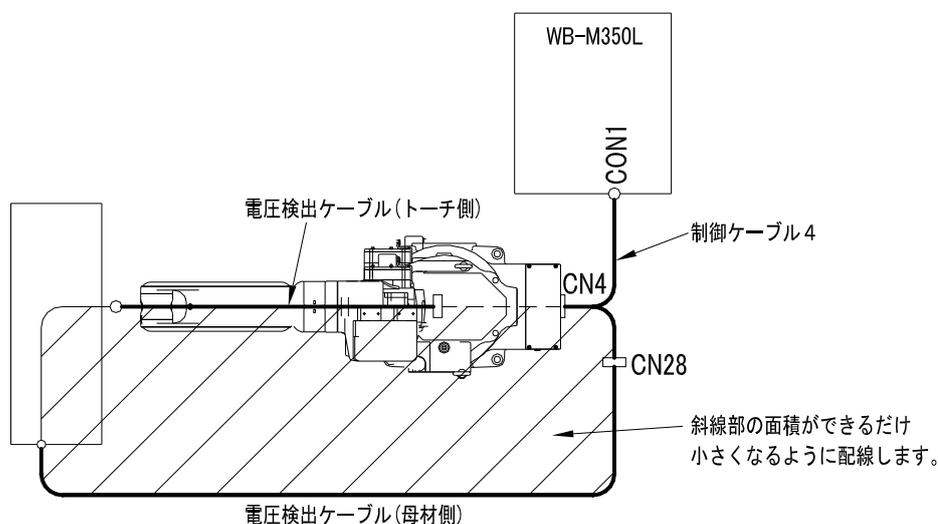

図 2.1.8 電圧検出ケーブル(母材側)の配線
- 図 2.1.8の斜線部の面積ができるだけ小さくなるように、トーチ(トーチ側の電圧検出ケーブル)と電圧検出ケーブル(母材側)をできるだけ沿わせて配線します。